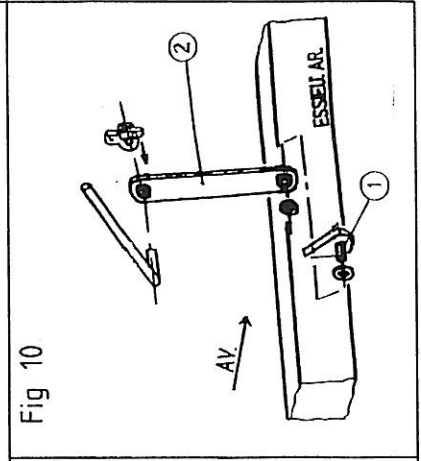

Fig 10
- pour 1800 1 LAME bielle fixe (Marquage rouge) (Fig 10)**
- a/ Mettre une rondelle M 10 sur l'axe de guidage de l'essieu (rep 1) (Fig 10).